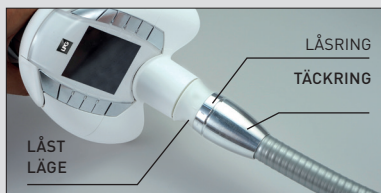

FIG. 1
- Lossa skruvarna på de flyttbara armarna (fig. 1).